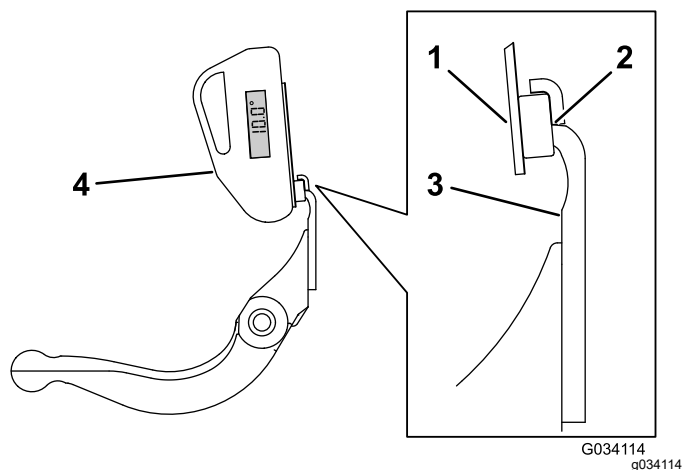

**Figure 30**
1. Placez l'indicateur d'angle sur la face inférieure de la contre-lame, comme montré à la Figure 30.